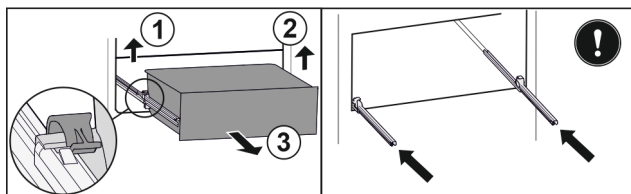

Fig. 142
- ▶ Приподнимите левый зажим и одновременно вытяните движением вперед выдвижной ящик слева. *Fig. 142 (1)*
- ▶ Приподнимите правый зажим и одновременно вытяните движением вперед выдвижной ящик справа. *Fig. 142 (2)*
- ▶ Извлеките выдвижной ящик движением вперед. *Fig. 142 (3)*